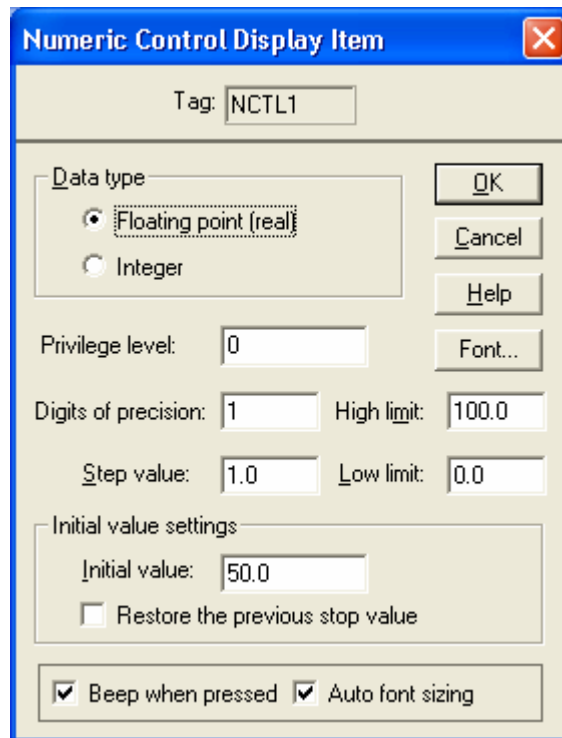
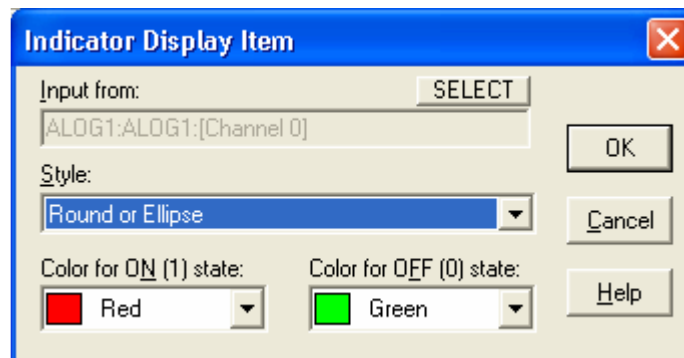
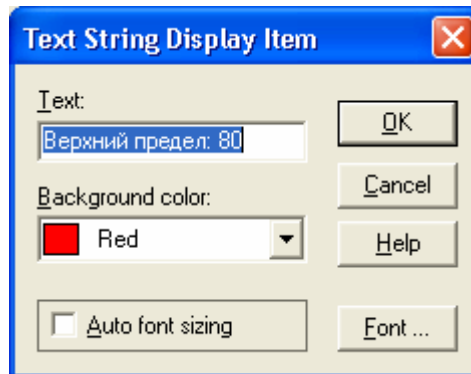
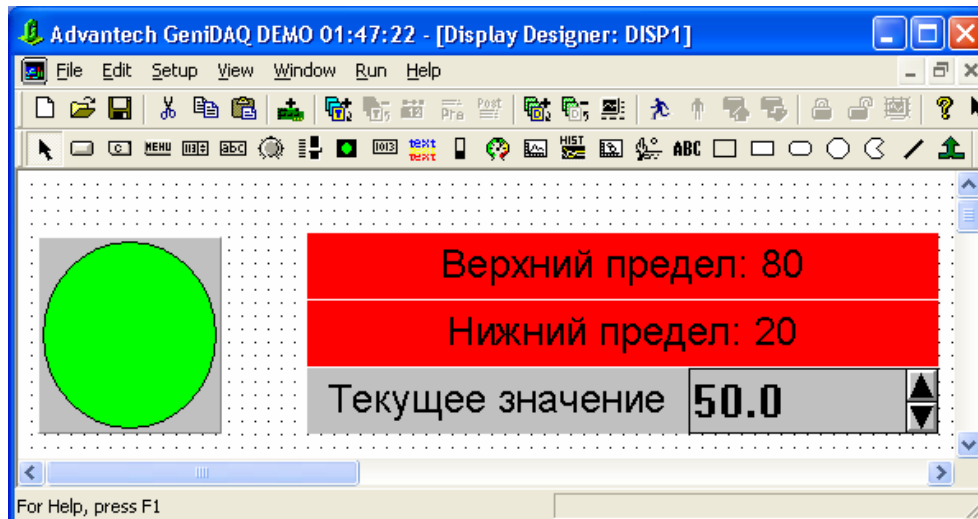

Рис. 4.55. Конфигурирование инкрементного регулятора
Рис. 4.56. Конфигурирование индикатора
Рис. 4.57. Конфигурирование текстовой строки
Рис. 4.61. Вид окна отображения
*Инкрементный регулятор (Numeric Control)* редактора форм отображения может быть помещен в окно отображения и связан с входной переменной функционального блока задачи, входящей в стратегию, и/или элементами отображения. Имеется возможность установки требуемых размеров регулятора. Инкрементный регулятор предназначен для ввода оператором числовых значений с помощью клавиатуры или мыши и передачи введенных значений связанному функциональному блоку стратегии, что позволяет реализовывать функции оперативного диспетчерского управления. Диалоговое окно конфигурирования инкрементного регулятора показано на рис. 4.55. Вводимые и отображаемые значения могут быть целого или вещественного типа (групповое окно **Data type**). Формат вводимого значения (количество цифр после десятичной точки — **Digits of precision**) может быть установлен только для вещественных чисел. Тип и размер используемого шрифта выбираются путем нажатия кнопки **Font...** Поле **Privilege level** предназначено для защиты функций управления, связанных с инкрементным регулятором. Уровень привилегий может принимать значения от 0 до 255, причем большему значению соответствует более высокий уровень привилегий. Таким образом, если для регулятора установлен уровень привилегий, равный 100, то изменить значение на его выходе смогут пользователи с правами доступа от 100 и выше. Поле **Initial value** определяет значение на выходе инкрементного регулятора при запуске стратегии на исполнение. Поле **Step value** определяет величину уменьшения/увеличения значения на выходе регулятора при однократном щелчке левой клавишей мыши на кнопках уменьшения/увеличения, расположенных справа от области отображения значения на выходе инкрементного регулятора. Поля **High limit/Low limit** предназначены для установки диапазона изменения значения на выходе инкрементного регулятора.
*Индикатор (Indicator)* редактора форм отображения представляет собой единичный индикатор, предназначенный для отображения логического состояния связанного с ним дискретного выхода функционального блока стратегии. Индикатор переводится в состояние *включено* при появлении логической единицы (ненулевое целое значение) на выходе связанного с ним функционального блока и в состояние *выключен* при появлении логического нуля (нулевое целое значение) на выходе связанного с ним функционального блока. Размеры, форма и цвет индикатора в разных состояниях могут быть установлены с помощью диалогового окна настройки параметров индикатора (рис. 4.56).
Элемент отображения *Текстовая строка* (*Text string*) редактора форм отображения не имеет средств связи с функциональными блоками и другими элементами отображения/управления стратегии и предназначен для вывода на экран монитора статической символьной строки, которая определяется на этапе разработки стратегии. Имеется возможность выбора типа и размера шрифта, которым будет выводиться текстовая строка (рис. 4.57).
1. Выполните *первое действие* из занятия 1. Создаваемое приложение настройте в соответствии с рис. 4.57.
3. *Третье действие.* Добавьте в окно отображения инкрементный регулятор и настройте его в соответствии с рис. 4.55. Добавьте в окно отображения индикатор и настройте его в соответствии с рис. 4.56. Добавьте в это же окно три текстовых строки и настройте их в соответствии с рис. 4.57, 4.59 и 4.60. В результате окно отображения приобретает вид, показанный на рис. 4.61.